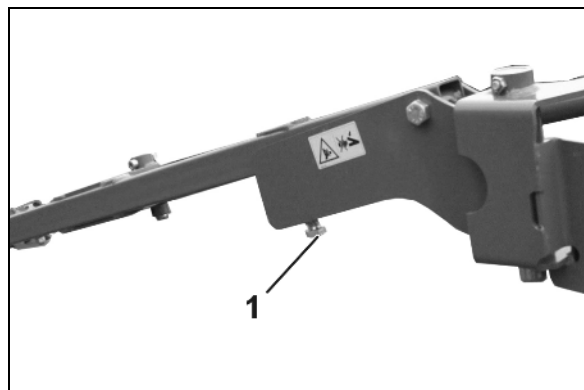

Fig. 89
- Größere Arbeitstiefe des Spuranreißers einstellen: Schraube (Fig. 89/1) weiter **herausdrehen** und mit Mutter kontern.
- Geringere Arbeitstiefe des Spuranreißers einstellen: Schraube (Fig. 89/1) weiter **hineindreihen** und mit Mutter kontern.